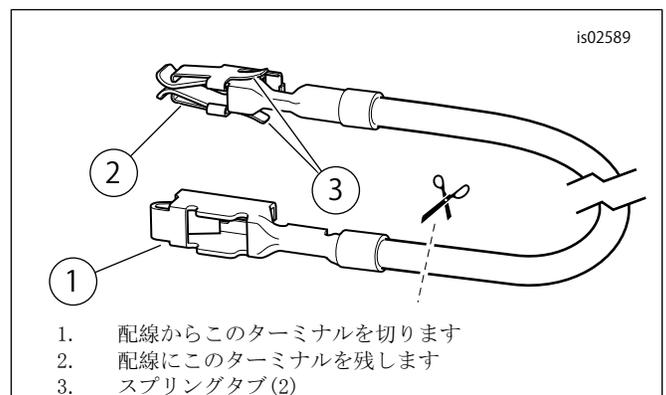

図8。ヒューズブロックアダプターワイヤー(DynaとSoftail)
3. 「図22」を参照してください。キットからオレンジ/白ヒューズブロックアダプターワイヤー(9)を取り出します。各末端のターミナルを確認します(「図8」を参照)。スプリングタブ付きターミナルのみが、このヒューズブロックに適合します。ワイヤーから慎重に未使用のターミナルを切り取り、廃棄します。
す。各末端のターミナルを確認します(「図8」を参照)。